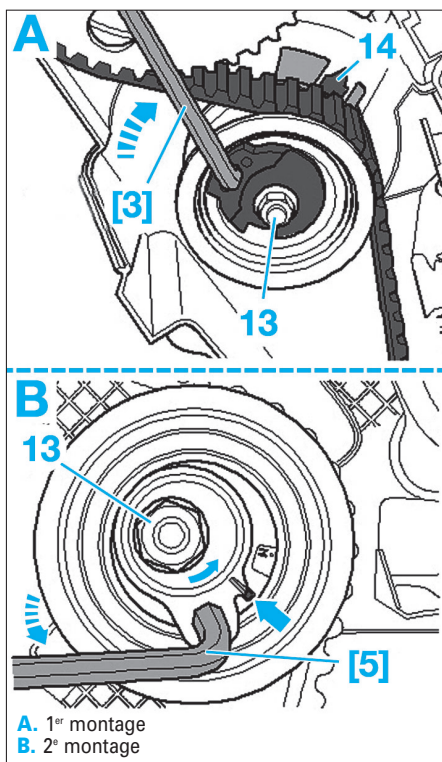

FIG. 24
• A l'aide de l'outil [3], tourner l'excentrique du galet tendeur dans le sens horaire (montage A), antihoraire (montage B) (Fig.24).